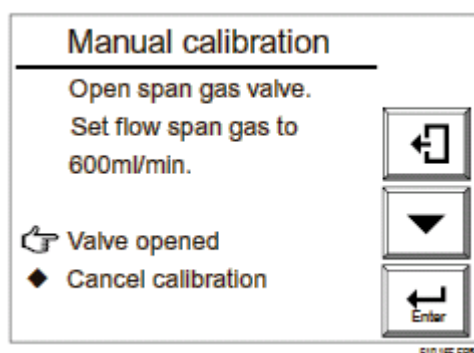
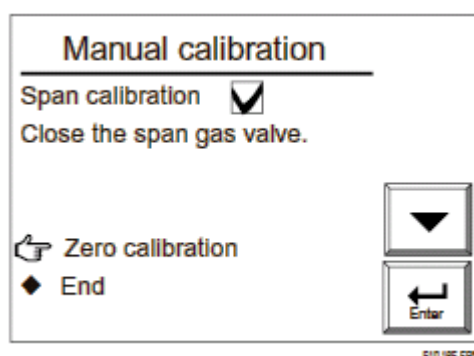

图 10.15 手动校正显示
图 10.16 手动校正显示
- (2) 接着，使用量程气阀“AIR”（当阀缓慢打开时，流量检测球在绿色线上的停止浮动）调节流量达到 600 ml/min \pm 60 ml/min。要旋转阀轴，松开锁紧螺母并使用平口螺丝起子调节。反时针调节阀轴增加流量。
- (3) 校正流量后，紧固阀锁紧螺母。
- (4) 在如图 10.15 所示的手动校正显示中选择阀打开（开始校正）。检查趋势曲线显示，查看测量值是否稳定。然后按[ENTER]键。手动校正显示在图 10.16 出现。断开电源，停止泵。
- (1) 在校正过程中当显示图 10.15 时，打开流量设定装置中的流量设置阀并调节流量为 600ml/min±60ml/min。如果阀已经被紧锁，松开紧锁螺帽后缓慢反时针调节阀。为了检测流量，使用校正气流量计。如果测量气压力特别高，调节测量气压力（表 10.6 所列）±10%。